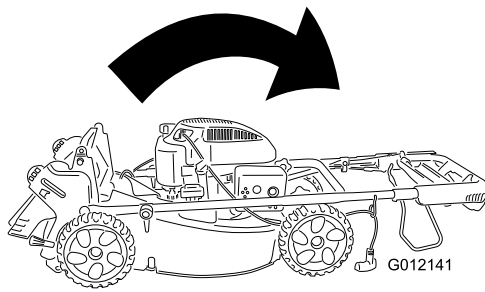

Figure 26
- Pliez la partie supérieure du guidon en avant (Figure 26).